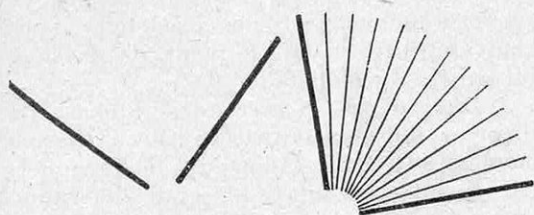
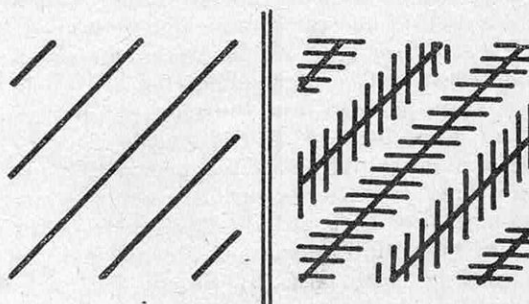

FIG. 27 ET 28. — ANGLE DIVISÉ ET ANGLE NON DIVISÉ
FIG. 34 ET 35. — UN MODÈLE DE ZÖELLNER
mise en évidence (pour les longueurs) par la figure 7 : lorsque deux angles sont égaux (fig. 27 et 28), c'est celui qui comporte le plus de fragmentations qui semble le plus grand. L'explication est encore la même : notre conviction spontanée est emportée par le souvenir de mouvements oculaires, qui correspondent à un effort supérieur de parcours pour la figure 28 que pour la figure 27.
3° La même destruction du parallélisme se retrouve dans deux modèles dus à Zoellner (fig. 34, 35 et 36) ;
*On voit (fig. 34) cinq obliques parallèles, qui sont redessinées à côté (fig. 35) : le parallélisme est rompu, et cette illusion tient, une fois de plus, à notre surestimation inconsciente des petits angles (fig. 27 et 28).*